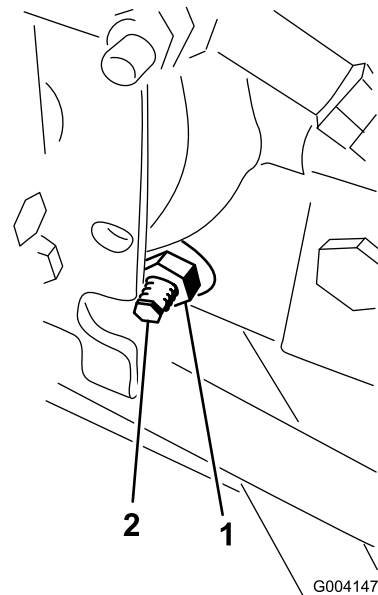

Figura 92
3. Dal lato destro dell'idrostatato, allentate il dado di bloccaggio sulla camma di regolazione della trazione (Figura 92).